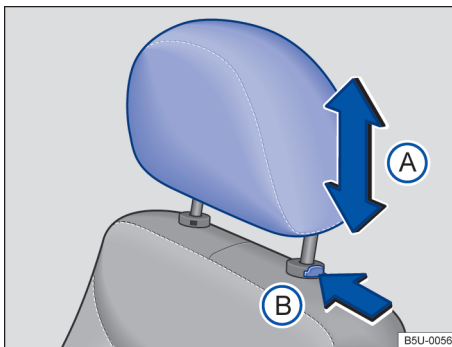
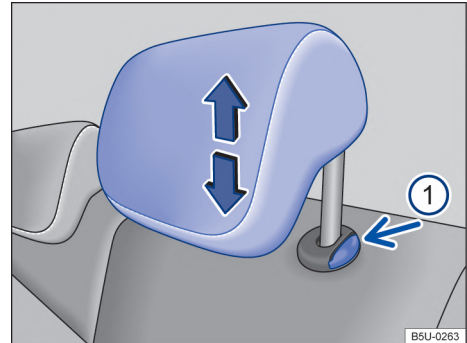

Fig. 58 Apoyacabezas delantero: ajustar, montar y desmontar.
Fig. 59 Apoyacabezas trasero: ajustar, montar y desmontar.
- Empujar el apoyacabezas hacia arriba o hacia abajo en el sentido de la flecha → **fig. 58 (A)** → ⚠ en *Introducción al tema* de la pág. 68.
- Mover el apoyacabezas hacia arriba o hacia abajo en el sentido de la flecha con la tecla → **fig. 59 (1)** presionada → ⚠ en *Introducción al tema* de la pág. 68.
- Presionar la tecla → **fig. 58 (A)** o → **fig. 59 (1)** en el sentido de la flecha. Retire el apoyacabezas mientras presiona la tecla.
- Empujar el apoyacabezas completamente hacia abajo con la tecla → **fig. 58 (A)** presionada.
- Empujar hacia abajo el apoyacabezas con el botón → fig. 59 ① presionado.